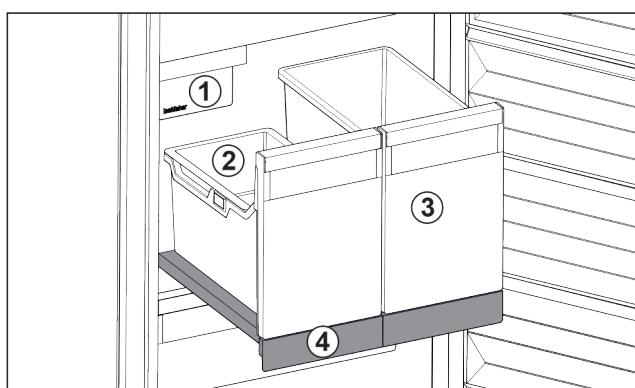

Fig. 24 Balda extraíble con Ice Tower
Hay dos recipientes altos (IceTower) en la balda extraíble. Fig. 24 (2) Los cubitos de hielo del IceMaker se recogen y almacenan en el contenedor. El Fig. 24 (3) es adecuado para almacenar alimentos altos, como pizzas o bebidas alcohólicas.